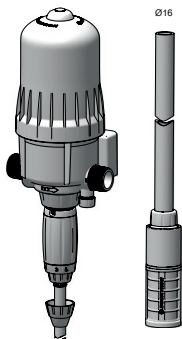

Рис. 7
- Наденьте шланг на рифленный штуцер до упора и завинтите гайку вручную (Рис. 7).